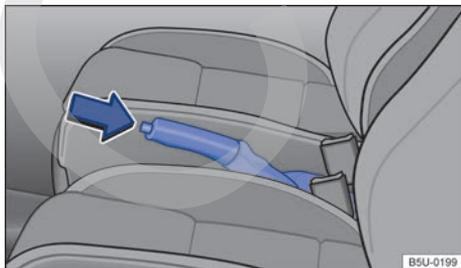

Fig. 103 Entre los asientos delanteros: palanca del freno de estacionamiento.
- Tirar de la palanca del freno de estacionamiento hacia arriba con la tecla de bloqueo presionada → fig. 103 (flecha).
- Tirar de la palanca del freno de estacionamiento un poco hacia arriba y presionar la tecla de bloqueo → fig. 103 (flecha).